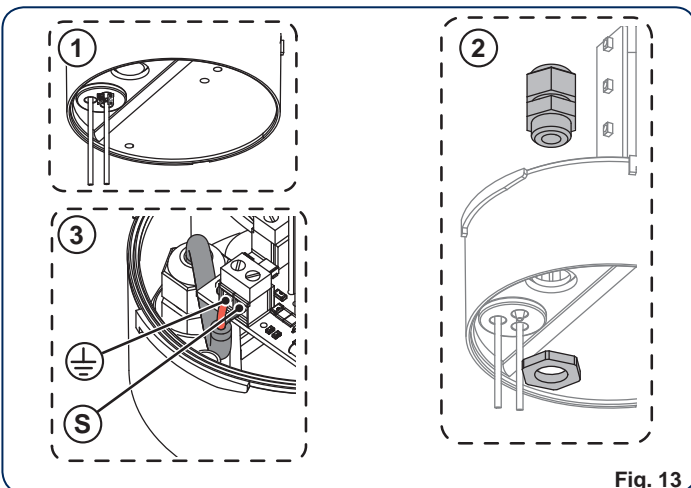

Fig. 13
- Sul supporto calotta eseguire un foro Ø 12.5 (Fig. 13 rif. ①).